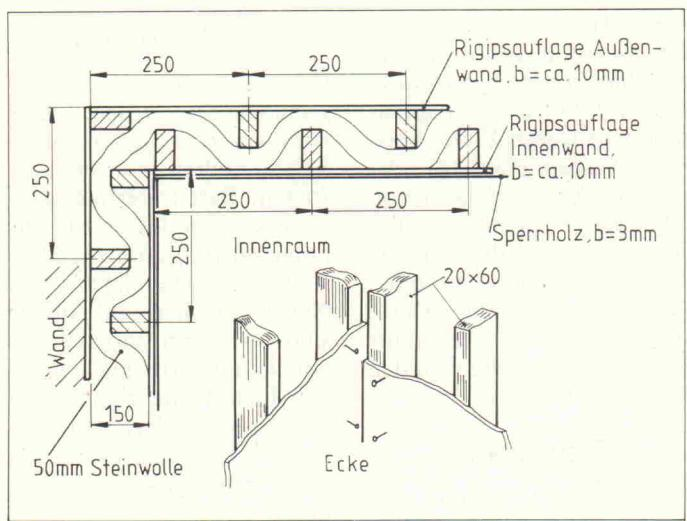

Bild 11. Wandverkleidung in Sandwich-Bauweise.
1. Möglichkeit: Sandwich-Bauweise mit etwa 1 cm starken Rigips-Wänden als Unter- bzw. Oberteil, dazwischen 50 mm Steinwolle und das Ganze auf einem Lattengerüst montiert. Auf die dem Innenraum zugewandte Seite der Rigipsplatten wird noch eine dünne Sperrholzplatte aufgetragen, die dann mit Tuch oder Tapete verkleidet werden kann (Bild 11).